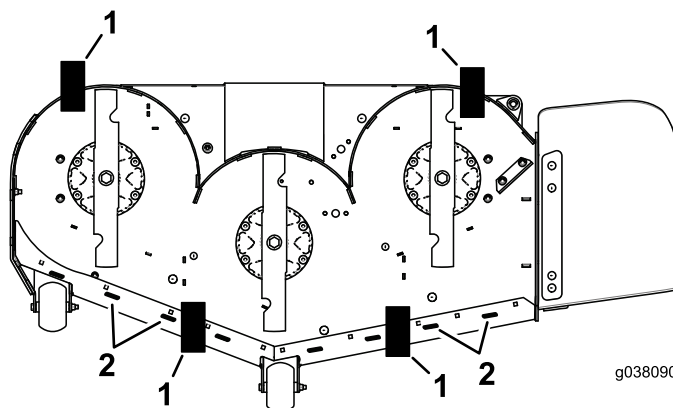

Figura 87
11. Amplasați 2 blocuri (consultați tabelul privind înălțimea blocului i cuitul pentru tuns) sub marginea din spate a punii de tăiere, câte unul pe fiecare parte a punii de tăiere (**Figura 87**).